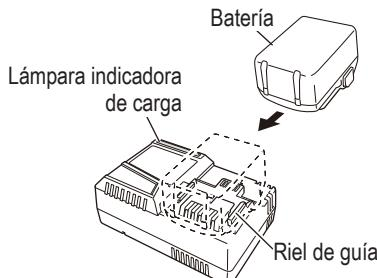

Fig. 11
- Inserte la batería en el cargador de baterías. Inserte la batería en el cargador de baterías como muestra en la Fig. 11.